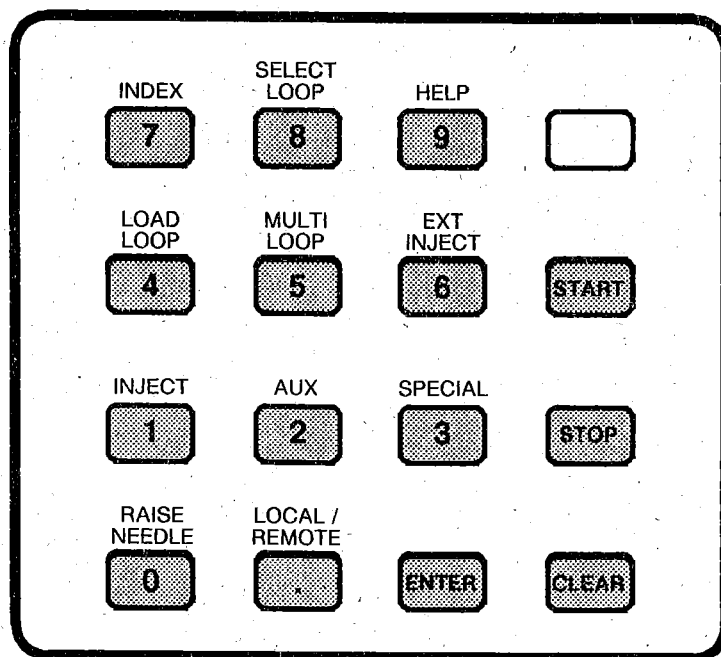

Fig. 7: Clavier
Le clavier (3) avec les 16 touches est placé du côté droit de l'appareil (voir *fig.2*). Il permet de dialoguer directement avec l'Autosampler 698. On distingue deux modes de fonctionnement: mode conversationnel et mode fonctionnel. Le clavier est illustré par la *fig. 7*.